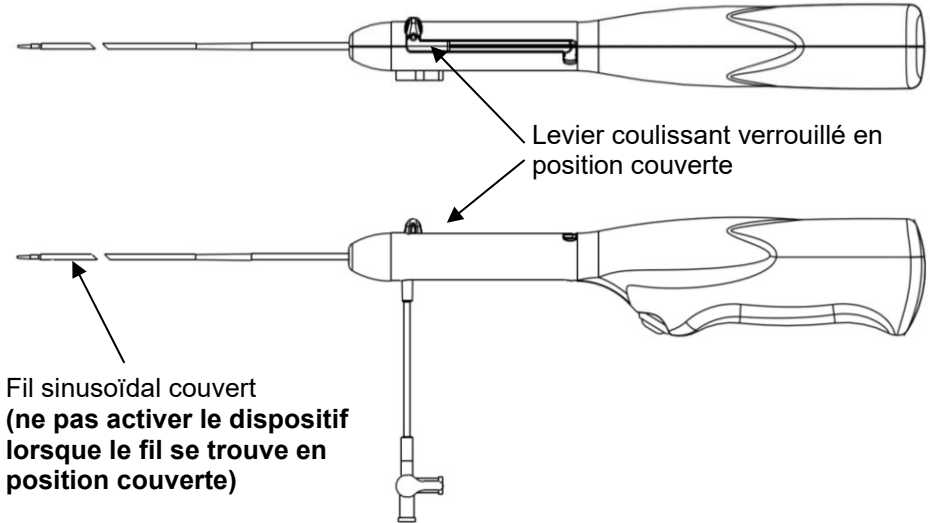

Figure 3
9. Placer le dispositif en position couverte. Pour ce faire, pousser le levier coulissant vers la position distale puis tourner ce dernier pour verrouiller le dispositif en position couverte (voir la Figure 3). En position couverte, seule l'extrémité flexible du fil sinusoïdal doit dépasser du cathéter. **Avertissement : Ne pas activer le dispositif lorsque le fil se trouve en position couverte.**
9. Placer le dispositif en position couverte. Pour ce faire, pousser le levier coulissant vers la position distale puis tourner ce dernier pour verrouiller le dispositif en position couverte (voir la Figure 3). En position couverte, seule l'extrémité flexible du fil sinusoïdal doit dépasser du cathéter. Ne pas activer le dispositif lorsque le fil se trouve en position couverte.